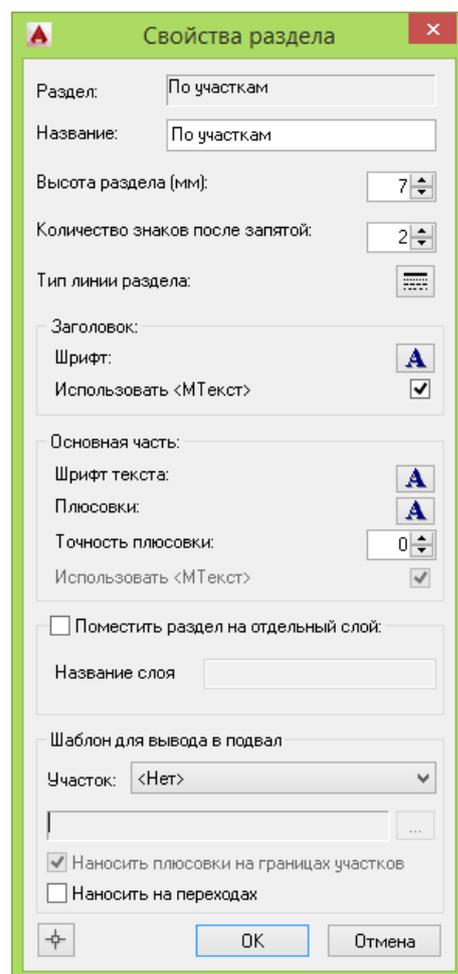

Рис. 75. Создание пользовательского раздела подвала По участкам.
3. В диалоговом окне *Свойства раздела* (см. Рис. 75) указать название, задать настройки текста (шрифт, цвет, выравнивание, поворот и др.).